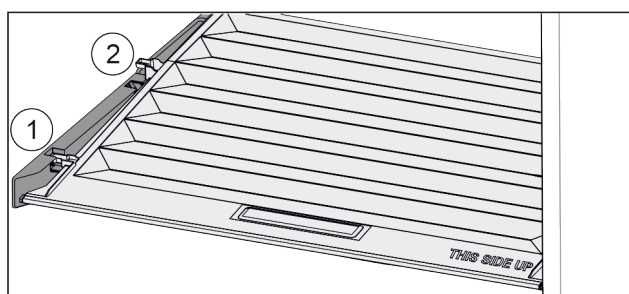

Fig. 75
- ▶ Trekk dekkelet til åpningen i holdedelene fremover Fig. 75 (1).
- ▶ Løft ut nede bak og ta opp og ut Fig. 75 (2).